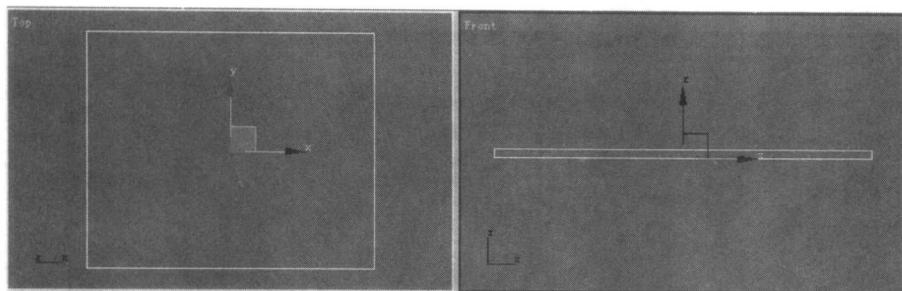

图 1-2 “地面”造型
**2** 单击三维物体创建命令面板中的 **Box** 按钮，在顶视图中创建一个 Length(长度)为 8200、Width(宽度)为 9760、Height(高度)为 240 的方体，作为“地面”造型，其形态和位置如图 1-2 所示。